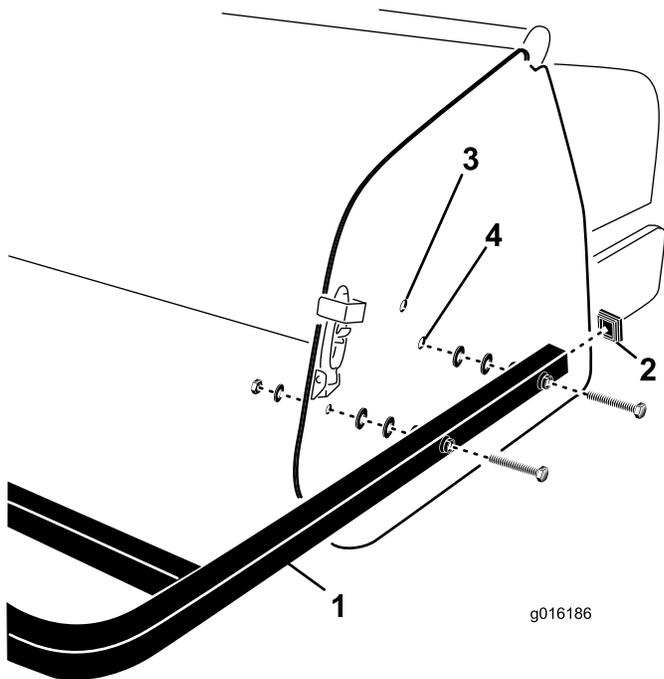

図 32
1. 後ガードチューブの端部にエンドキャップを取り付ける 図 32。
2. 後ガード取り付けチューブの穴を、エアレータのサイドプレートの穴に合わせる 図 32。
3. ガード取り付けチューブを、サイドプレートに取り付けるねじ4本、平ワッシャ、ナットを利用する 図 32。